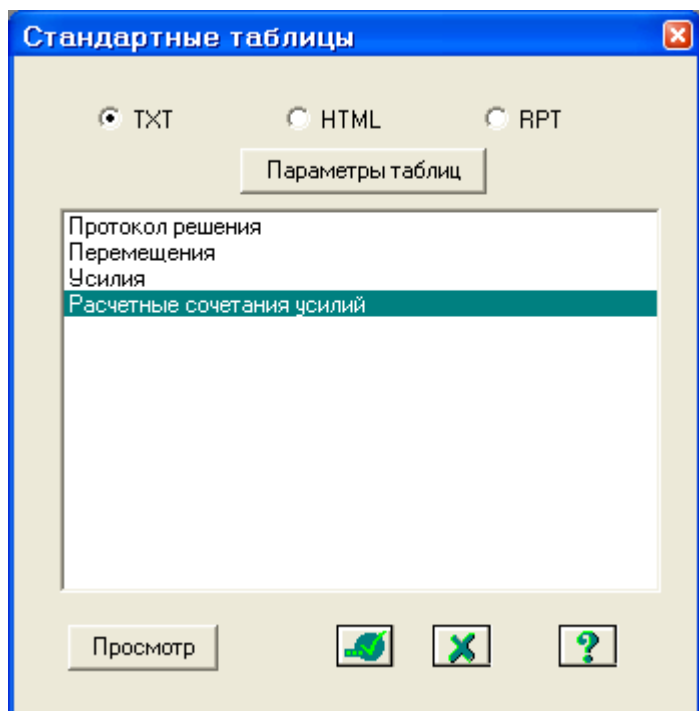

Рис.2.15. Диалоговое окно **Стандартные таблицы**
- После этого в диалоговом окне **Стандартные таблицы** (рис.2.15) выделите строку **Расчетные сочетания усилий**.